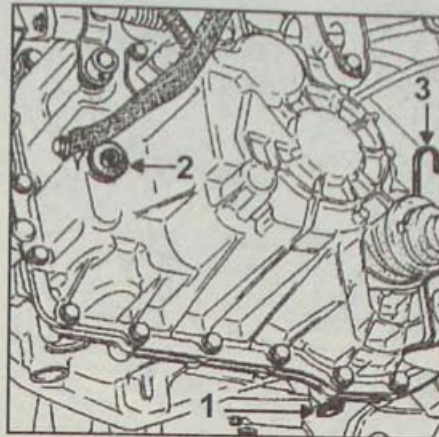

Рис. 6.4. Расположение пробки слива (1), заливки (2) и щупа (3) для измерения уровня трансмиссионного масла в коробке передач РК1
- Уровень трансмиссионного масла измеряется масляным щупом (3, рис. 6.4).
Пробка (2, рис. 6.4) маслосливного отверстия не предназначена для проверки уровня масла по началу переливания. Угол наклона коробки передач изменяется в зависимости от того, на каком автомобиле она установлена.